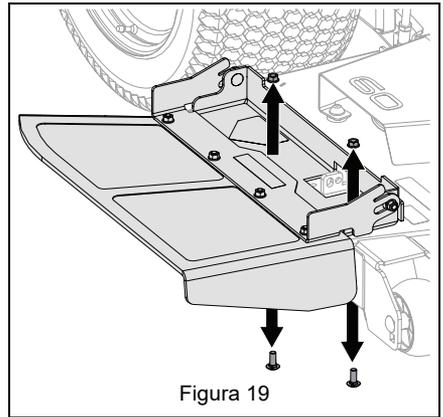

Figura 19
1. Quite y conserve dos pernos de cabeza redonda y cuello cuadrado y dos tuercas empotrables que fijan la tolva de descarga a la plataforma. Quite la tolva de descarga y guárdela para trabajar sin embolsadora. Consulte Figura 19.